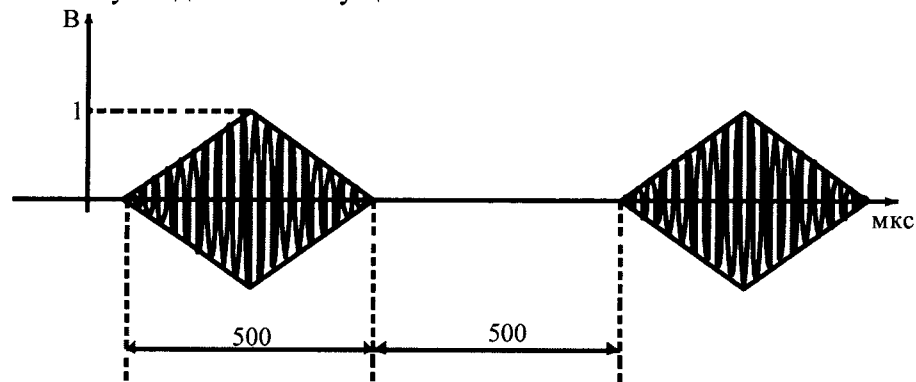

Рисунок 3 - Пакет импульсов сигнала с синусоидальной несущей и треугольной формой модуляции амплитуды
8.5.3 Установить генератор в режим генерации пакетов импульсов сигнала с синусоидальной несущей и треугольной формой модуляции амплитуды (рисунок 3):